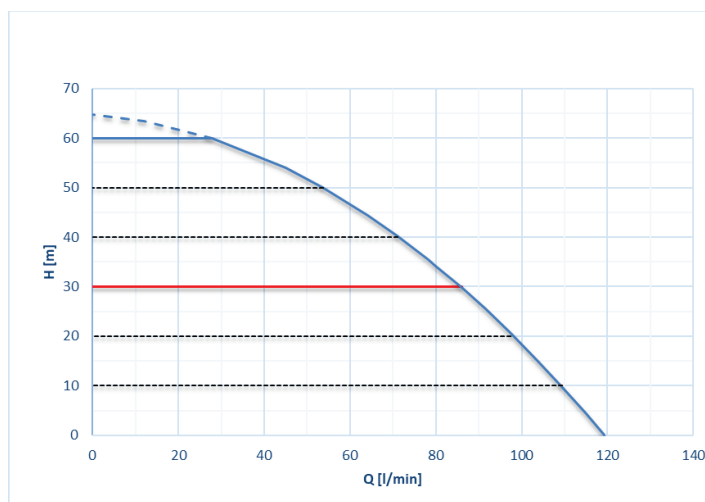

Figure 6
Le graphique reporté à la Fig.6 illustre les courbes des prestations hydrauliques. L'inverseur module automatiquement la vitesse de rotation de l'électropompe, lui permettant ainsi de dépasser selon les besoins son point de travail sur une partie quelconque de la zone située sous sa courbe, afin de maintenir la constance de la valeur de pression paramétrée (SP). La courbe rouge illustre le comportement de e.sybox lorsque le point de consigne est de 3,0 bar.